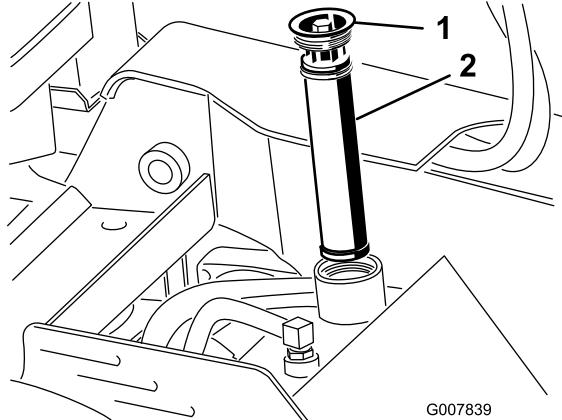

Figura 62
4. Retire e elimine o filtro velho (Figura 62).
5. Instale o filtro hidráulico de substituição e a tampa do tubo de enchimento (Figura 62) e aperte o parafuso na parte superior com 13 a 15,5 N·m.
7. Retire a cobertura do depósito hidráulico e o filtro (Figura 62).
12. Instale o filtro hidráulico e a tampa do tubo de enchimento (Figura 62) e aperte o parafuso na parte superior com 13 a 15,5 N·m.